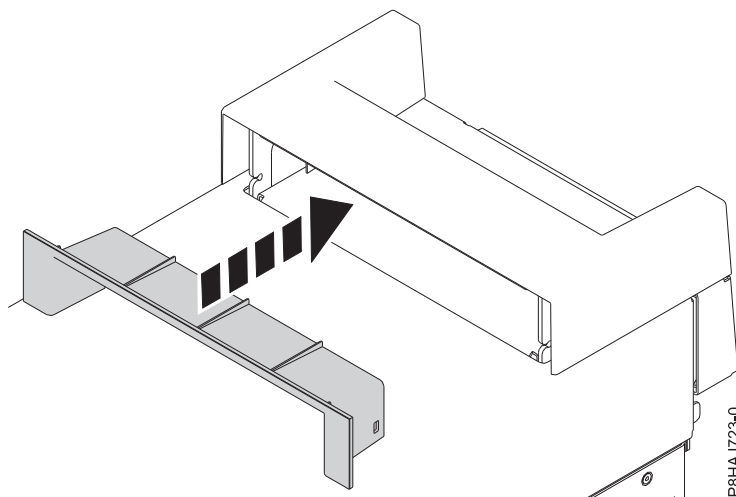

Figura 60. Inserción de la pieza en la tapa de asa en un sistema 8286-41A autónomo
2. Inserte la pieza en la tapa de asa presionándola con firmeza, tal como se muestra en la Figura 60.